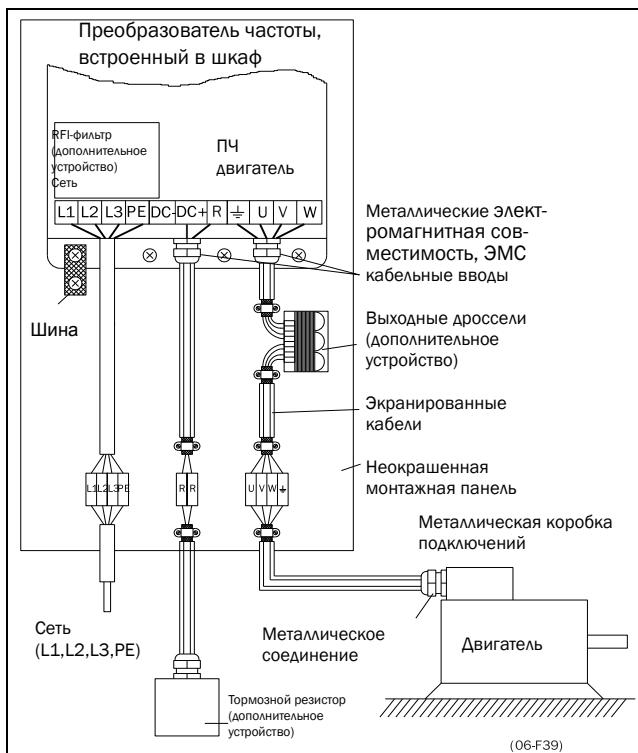

Рис. 23 Преобразователь частоты в шкафу на монтажной панели
- Шинное подключение заземления через хомут см. Рис. 23, необходимо только, если монтажная панель окрашена. Все преобразователи частоты имеют неокрашенную заднюю поверхность, поэтому подходят для монтажа на некрашеной панели.
Если кабели двигателя предполагается разрывать переключателями, выходными дросселями и т.п., необходимо обеспечить непрерывность экранирования путем использования металлических корпусов, монтажных пластин и т.п., как показано на Рис. 23.
- В случае монтажа преобразователя частоты в стандартном шкафу внутренняя проводка обязательно должна соответствовать стандарту EMC. На Рис. 23 показан пример монтажа преобразователя частоты в шкаф.